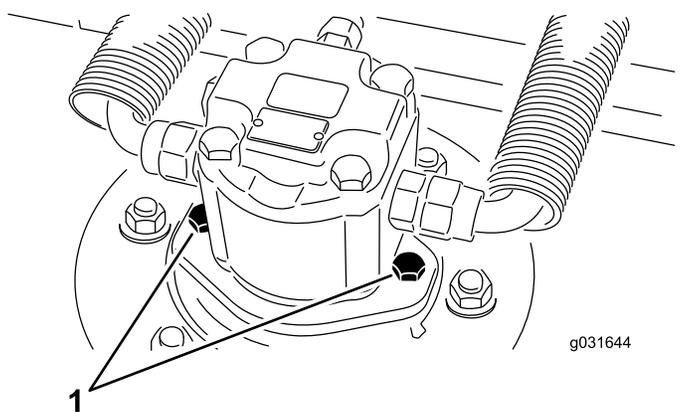

Figure 67
2. Retirez les vis du moteur hydraulique, puis débranchez et déposez le moteur hydraulique du plateau de coupe (Figure 67).
4. À l'aide des vis de fixation du moteur hydraulique, reposez le moteur hydraulique sur le plateau de coupe (Figure 67).